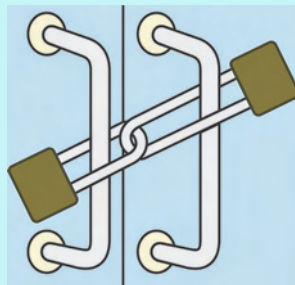

图 2.34 两把锁串起来使用
3. 如图2.34所示，一个门用两把锁按图中所示的方式锁住，钥匙分别掌握在A、B两人手中。